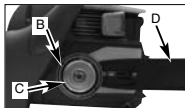

Abb. 4B
2. Przetoczyć łańcuch dookoła koła zębatego (B) za sprzęgłem (C). Uważać, aby ogniwa łańcucha były dokładnie ułożone na zębach (rys. 4B).
3. Ułożyć ogniwa napędowe w rowku (D) i wokół końcówki szyny (rys. 4B).